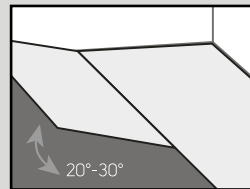

Abb. 3
4. Die zweite Reihe beginnen, indem die Feder und Nut ineinander geklickt werden. Hierzu die Fliese oder Diele in einem Winkel von etwa 30° halten und fest in die Nut der ersten Reihe klopfen (Abb. 3).